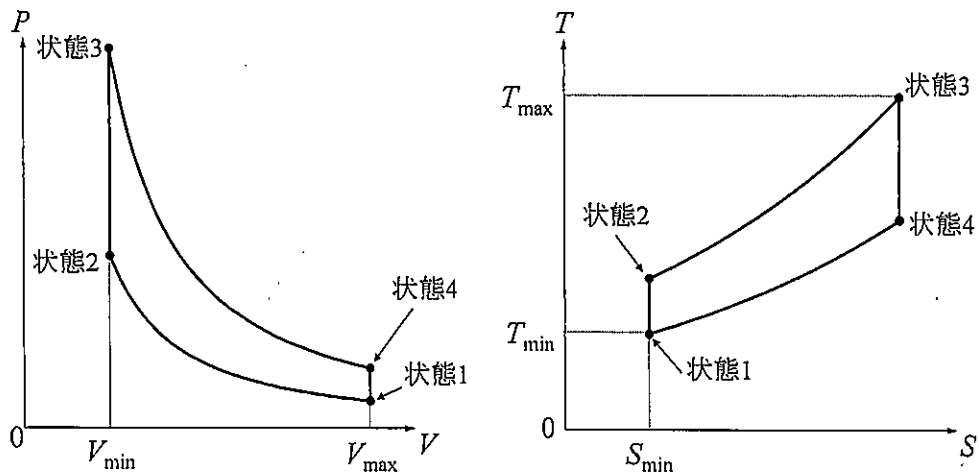

図 1-1
I. 図 1-1 に示した P - V 線図および T - S 線図で表現される理想的なオットーサイクルを考える。ただし, V および S はシリンダ内の作動気体の体積およびエントロピーとする。作動気体は理想気体とし, 定積モル比熱を C_v とする。 C_v の温度による変化は無視してよい。一般気体定数を R_0 とする。状態 1 でのシリンダ内の作動気体の量を n [mol], 状態 1 のエントロピーを S_{\min} , 状態 1 および状態 3 の温度と体積をそれぞれ T_{\min} , V_{\max} および T_{\max} , V_{\min} , 圧縮比を $\varepsilon (= V_{\max}/V_{\min})$, 大気圧を P_0 とする。問題文中で与えられた変数および定数を用いて, 以下の設問に答えよ。
- (1) 状態 1 から状態 2 の変化において, T と V の関係が $TV^a = \text{一定}$ となることが知られている。熱力学第 1 法則を用いて a を導け。導出過程も示すこと。
- (2) 状態 2 の温度 T_2 を表せ。
- (3) 状態 2 から状態 3 の変化において, 作動気体を得る熱量 $Q_{2 \rightarrow 3}$ を表せ。
- (4) 状態 3 における作動気体のエントロピー S_3 を表せ。
- (5) 図 1-1 で表されるオットーサイクルの熱効率 η を表せ。導出過程も示すこと。
- (6) 作動気体としてヘリウムを用いた場合と窒素を用いた場合を比較すると, どちらの場合の熱効率 η が高くなるか, 理由とともに答えよ。